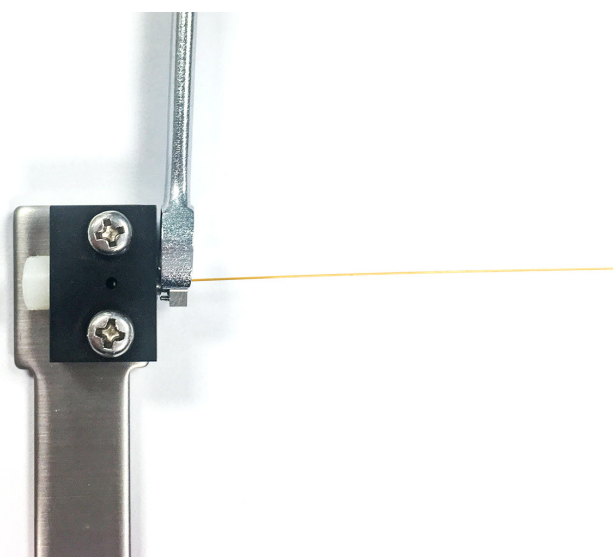

図9. 内部ナットの締め付け
- c フェラルがカラムに固定されているか確認します。固定されている場合は、それ以上締め付けしないでください。固定されていない場合は、5～15度の範囲で少しずつ内部ナットを締めます。ナットを締めるたびに、フェラルがカラムに固定されているか確認します。固定されたらすぐに締め付けをやめます。図9を参照してください。